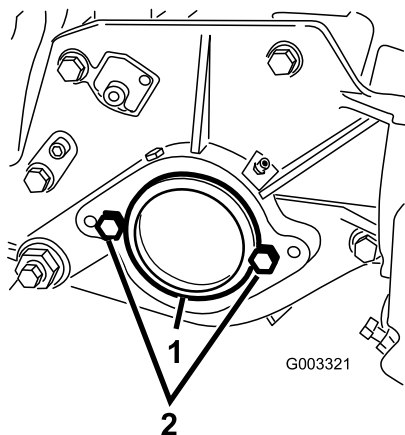

Figure 7
2. A l'extrémité droite du plateau de coupe, retirez l'obturateur en plastique du logement de roulements (Figure 7).
3. Enlevez les 2 vis de la plaque latérale droite (Figure 7).
2. Vis (2)
5. Placez les 2 vis de fixation du moteur de cylindre sur la plaque latérale gauche du plateau de coupe sans les serrer (Figure 7).